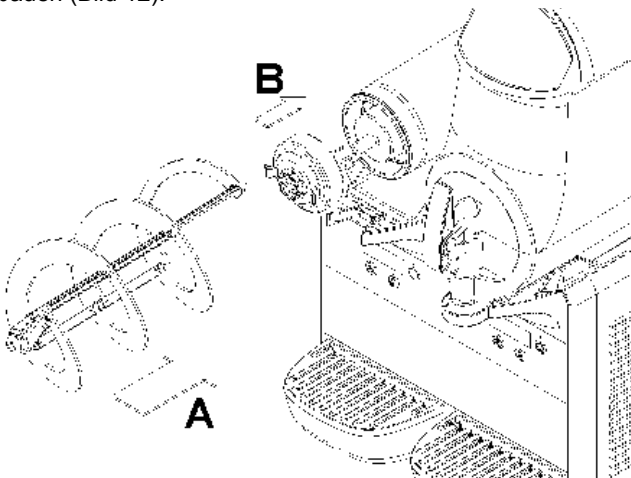

Bild 12
- 5 Den Sechskantanschluss und dann den Rührarm wieder einbauen (Bild 12).